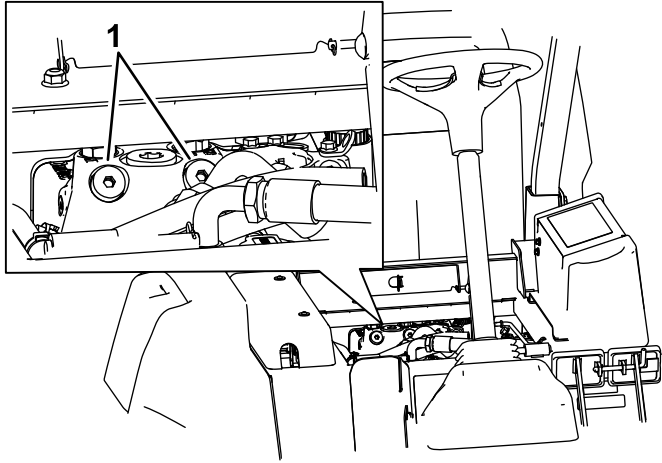

Bild 75
1. Klappen Sie den Sitz hoch und ermitteln Sie die Sicherheitsventile, die sich unter der Vorderseite des Kraftstofftanks befinden (Bild 75).